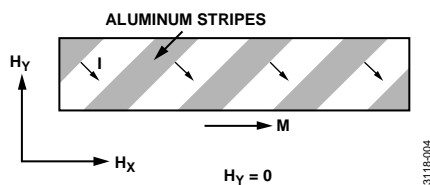
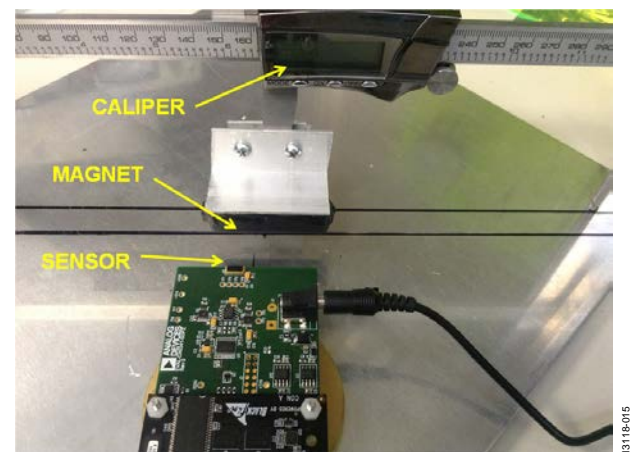

図4. パーマロイ・ストリップのバーバーポール効果
図 15. ベンチテスト・セットアップの写真
パーマロイ・ストリップの直線性および極性に対し感度が低い点を改善するのに使われる一般的な方法は、図4に示すように、ストリップの軸に対して45°の角度でアルミのストライプ（縞模様）を追加することです。これはバーバーポール（理髪店の赤青白が巻かれた棒状の看板）と呼ばれます。バーバーポールの間を流れる全ての電流は最短経路（垂直経路）をとるので、電流ベクトル (I) と磁化ベクトル (M) の角度が45°シフトします。
EVAL-CN0368-SDPZ PCB は、磁石をデジタル・ノギスのアームに装着してテストします。EVAL-CN0368-SDPZ PCB は、ADA4571 の AMR センサー (U5) の面が磁石面に垂直になるように装着されています。磁石が動くと、ノギスが移動距離を 0.0005 インチの精度で表示します。同時に、磁力線がセンサーと交差し、使用可能な出力電圧を発生します。セットアップの図を図 4 に、写真を図 15 に示します。